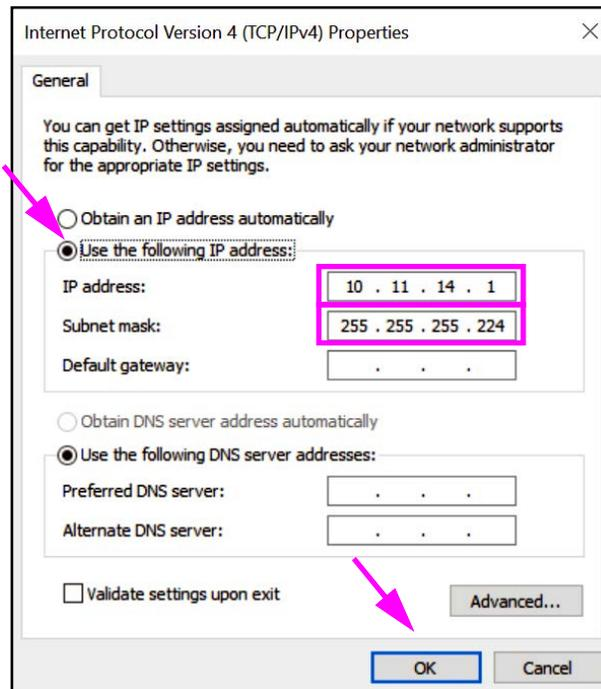

Abbildung 2-49. Bildschirm „Internet Protocol (TCP/IPv4)“ (Internetprotokoll 4 (TCP/IPv4))
- Wählen Sie auf diesem Bildschirm **Use the following IP address: (Folgende IP-Adresse verwenden:)**. Siehe Abbildung 2-49.